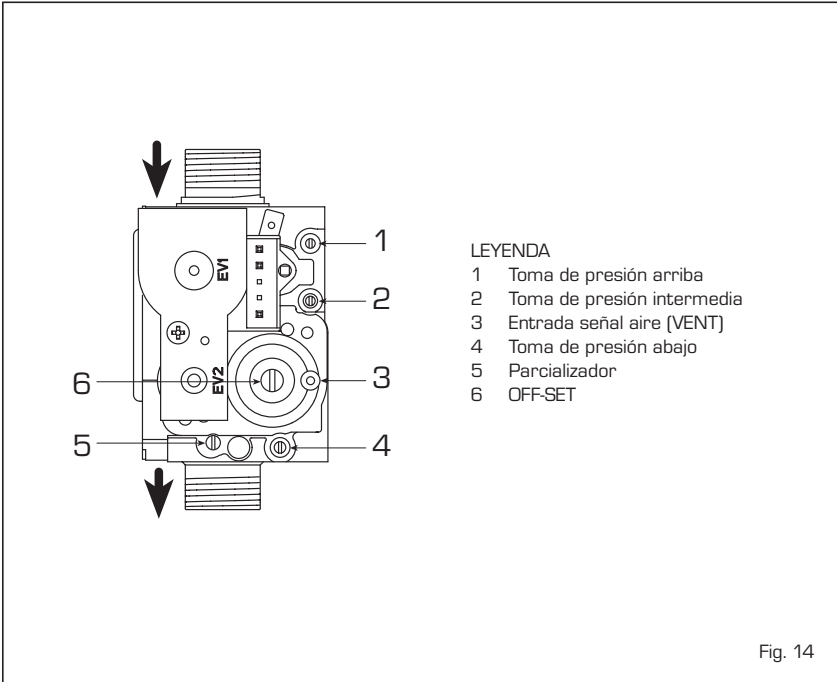

Fig. 14
4.1 VALVULA GAS (fig. 14)
- 3) Buscar los valores de CO₂ a la potencia máx. indicados a continuación, ajustando el parcializador (5 fig. 14):
- 5) Buscar los valores de CO₂ a la potencia mín. indicados a continuación, ajustando el tornillo regulador OFF-SET (6 fig. 14):
- 3) Buscar los valores de Δp GAS a la potencia máx. indicados a continuación, ajustando el parcializador (5 fig. 14):
- 5) Buscar los valores de Δp GAS a la potencia mín. indicados a continuación, ajustando el tornillo regulador OFF-SET (6 fig. 14):